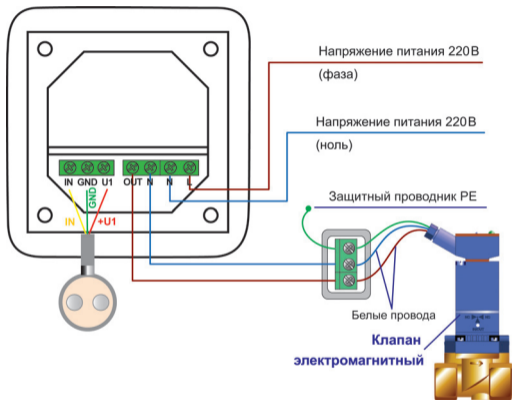

Рис.2 Схема подключения к контроллеру СКПВ220В-мини датчиков протечки воды и электромагнитных клапанов.
- *Напряжение питания на контроллер должно быть подано из силового шкафа и обязательно через УЗО (30 мА). К контроллеру СКПВ220В-мини подвести фазу и ноль согласно схеме подключения (рис. 2).*
- выполните соединение проводов в соответствии со схемой на рис. 2;